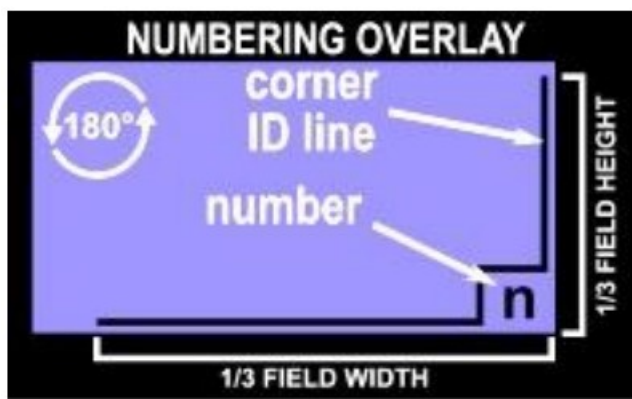
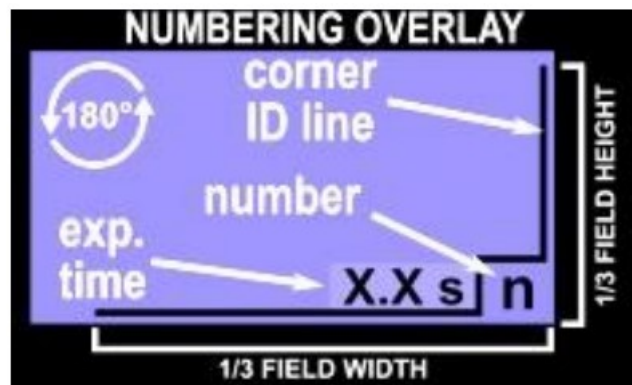

图 37 -带有“曝光次数”选项
图 38 -“添加叠加曝光时间”选项
5. Number exposures...和...and add exp. time 选项。这些选项分别在每个设计的右下角添加一个图层，表明它们的编号顺序(图 37)和它们的曝光时间(图 38)。